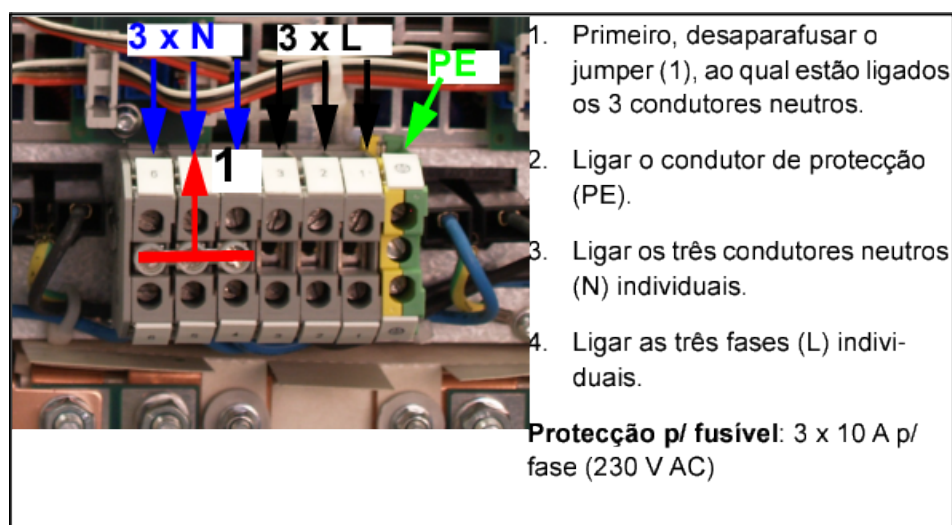

Figura 198: Ligação numa rede monofásica (PSR930/PSR930E)
Para uma rede monofásica, é necessário remover o jumper (1), caso isto ainda não tenha sido feito. Ligar o respectivo cabo de rede conforme é mostrado na figura seguinte. A Figura 198: Ligação numa rede monofásica \(PSR930/PSR930E\) na página 236 mostra a ligação eléctrica à UACD de uma rede monofásica.